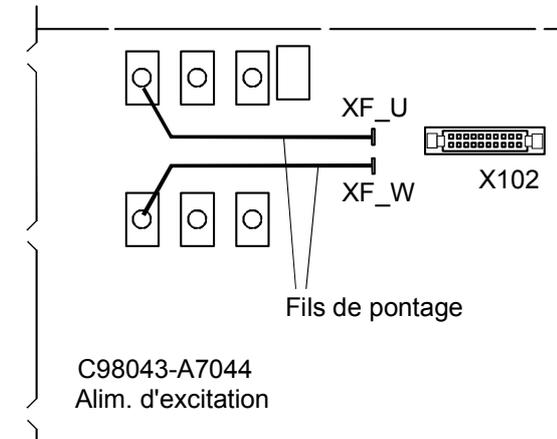

Fig. 6.10.3.1
- Mettre en place les fils de pontage représentés sur la figure 6.10.3.1